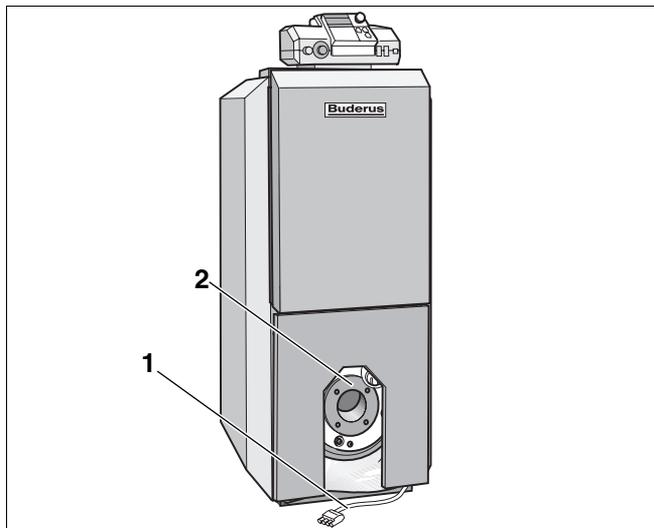

Abb. 40 Brenner montieren
- Befestigen Sie den gewünschten Brenner am Lochkreis der Brennertür (Abb. 40, **Pos. 2**).
- Brennerkabel (Abb. 40, **Pos. 1**) an den Brenner anschließen.